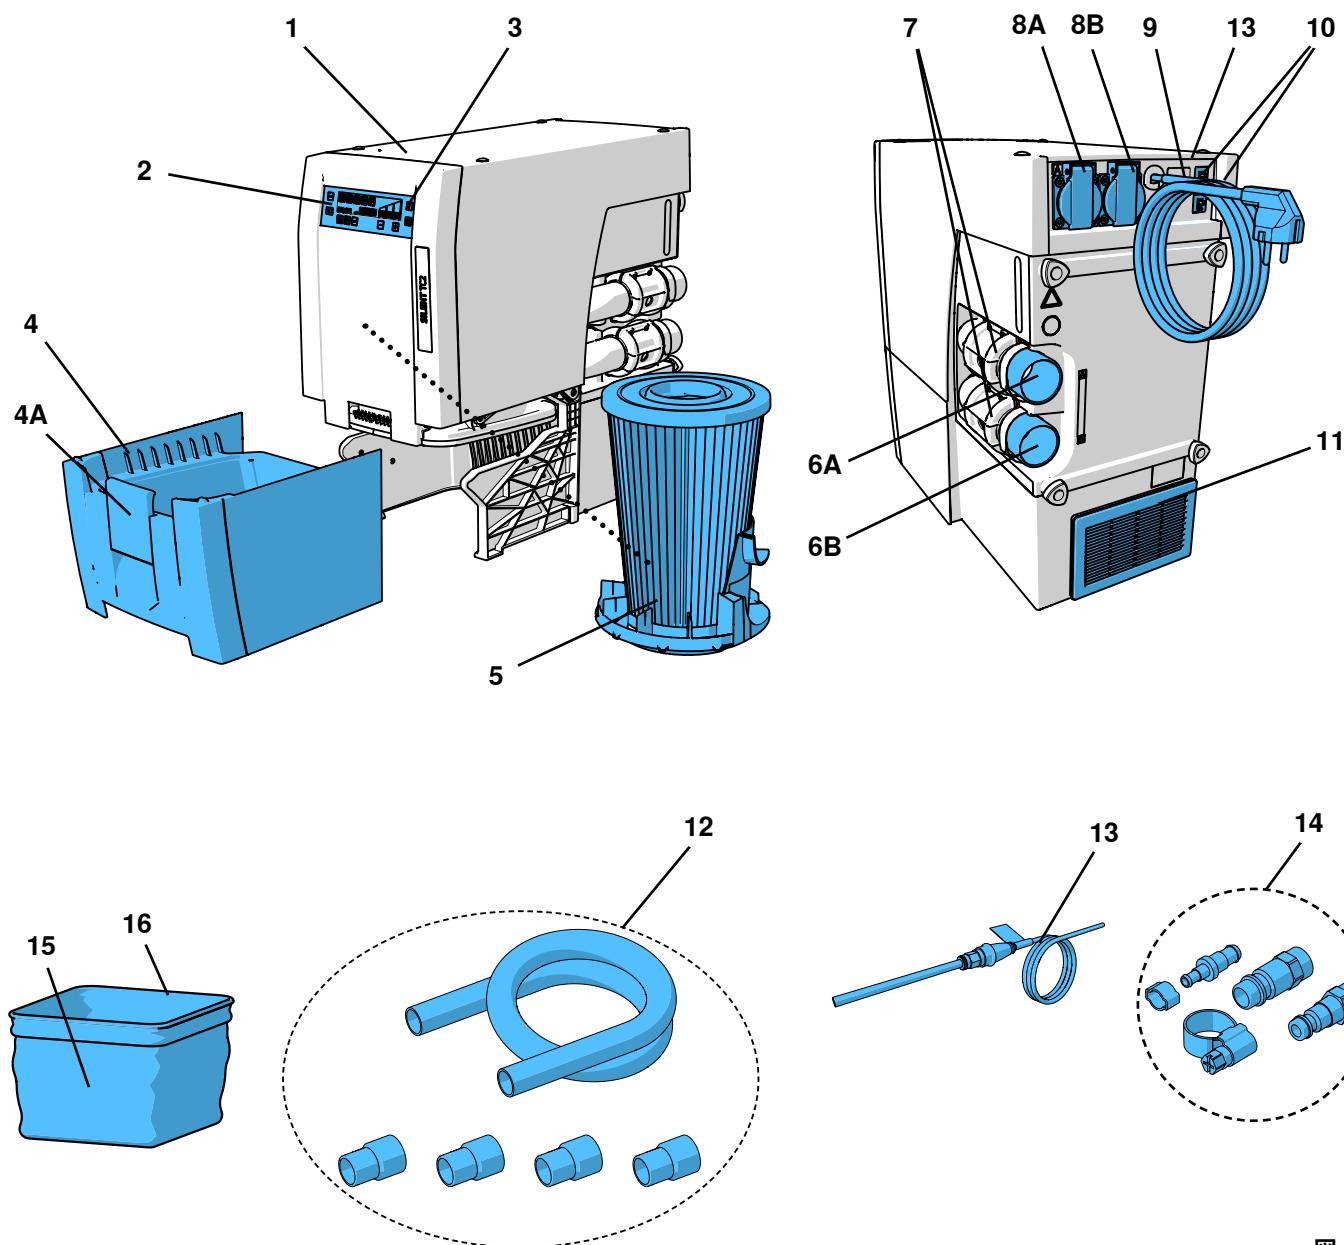

図 1
- ・排気口(11, 図1)が妨げられないようにしてください。
- ・外部排気ダクト (A) (4.7 章参照)。
- ・キャビネット壁の排気口(11, 図1)に相対する位置に開口部 (B)、サイズは250 x 120 mm以上。
⇒ 卷かれた電源コード(9, 図1)をほどき、建物設置のコンセントにプラグを差し込みます。
⇒ 接続セット(14, 図1)から、適切なホース継手をえらび、それをホースの先端に取り付けます。